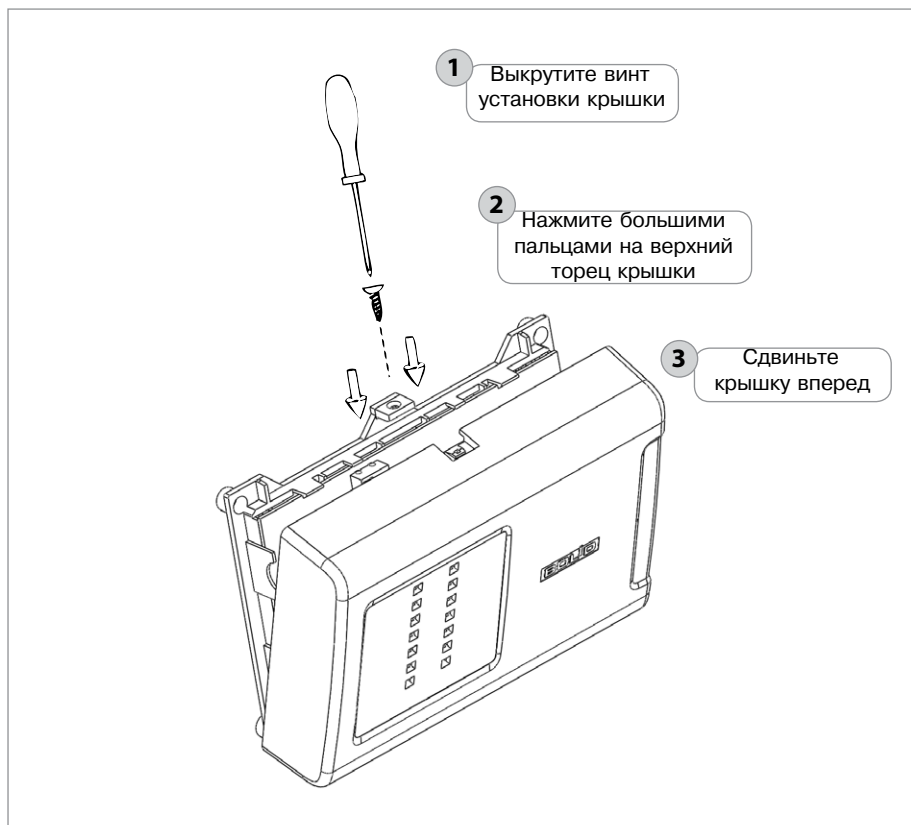

Рисунок 21. Снятие крышки прибора
- 1.1.2. Снимите крышку прибора в порядке, указанном на рис. 21.
- 1.2.2. Снимите крышку прибора в порядке, указанном на рис. 21.